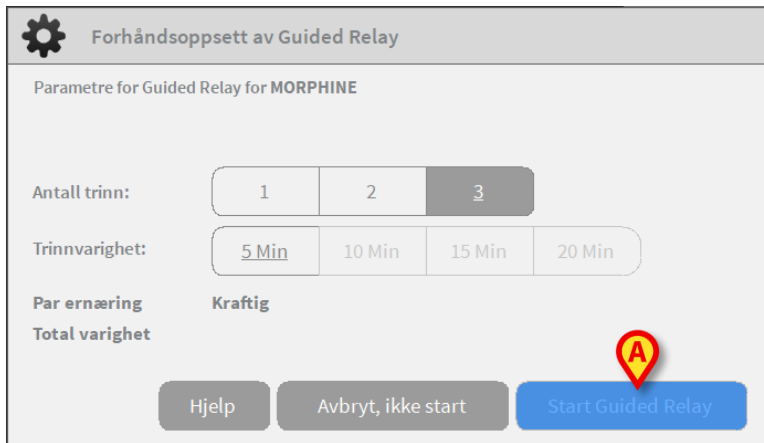

Fig. 108
Vinduet «Forhåndsoppsett av Guided Relay» åpnes (Fig. 108).
- Klikk på **Start Guided Relay** (Fig. 108 A).